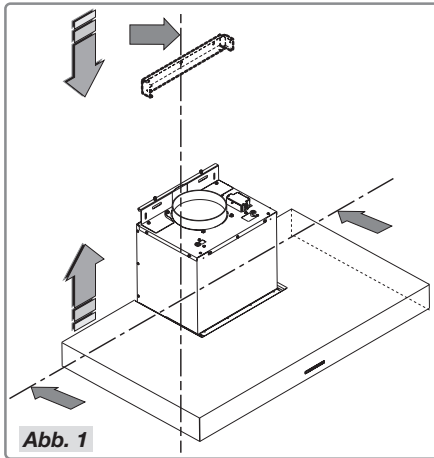

Abb. 1
- Zeichnen Sie die Unterseite der Abzugshaube auf der Wand ab, berücksichtigen Sie dabei den Mindestabstand zwischen der Abzugshaube und dem Herd (Abb. 1).